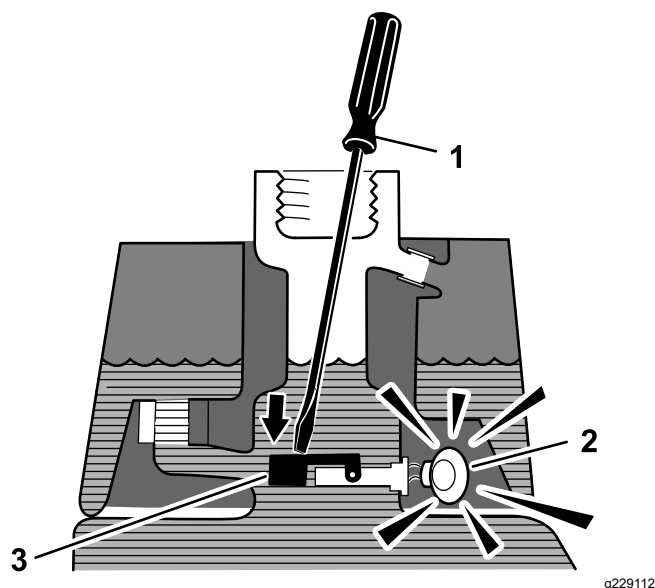

Figura 56
3. Introduzca una varilla o un destornillador limpio en el cuello del depósito y empuje hacia abajo, con cuidado, el flotador del sensor (Figura 56); debe sonar la alarma después de la demora de un segundo.